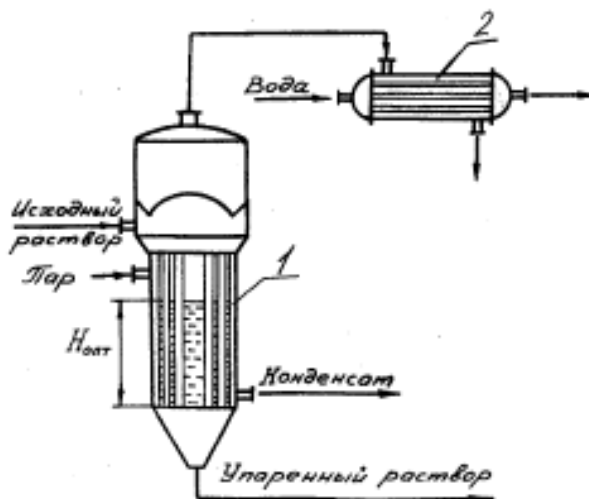

Рис. 1. Схема вакуум-выпарного аппарата непрерывного действия
1. В вакуум-выпарном аппарате непрерывного действия с естественной циркуляцией раствора упаривается раствор соли от начальной концентрации  $b_H$  до конечной  $b_K$  (рис. 1). Вторичный пар конденсируется в поверхностном конденсаторе; вода подается в конденсатор при температуре  $15^\circ\text{C}$ , уходит – при  $50^\circ\text{C}$ . Упариваемый раствор подается в выпарной аппарат при температуре  $30^\circ\text{C}$ ; влажность греющего пара  $6\%$ . Тепловые потери в окружающую среду принять равными  $5\%$  от полезно затрачиваемого тепла. Определить: 1) Количество выпаренной воды  $W$ , т/ч. 2) Расход греющего пара  $D_{\text{п}}$ , т/ч. 3) Поверхность нагрева выпарного аппарата  $F$ ,  $\text{м}^2$ . 4) Поверхность теплообмена конденсатора  $F_K$ ,  $\text{м}^2$ . 5) Экономичность выпаривания, удельный расход греющего пара и удельный паросъем  $W_{\text{уд}}$ ,  $\text{кг}/(\text{м}^2 \cdot \text{ч})$ . Конденсат греющего пара в выпарном аппарате и вторичного пара в поверхностном конденсаторе отводится при температуре конденсации. Величину гидравлической депрессии на участке выпарной аппарат – поверхностный конденсатор принять равной  $2^\circ\text{C}$ . Плотность раствора можно принять в пределах  $1200 \div 1300 \text{ кг}/\text{м}^3$ .